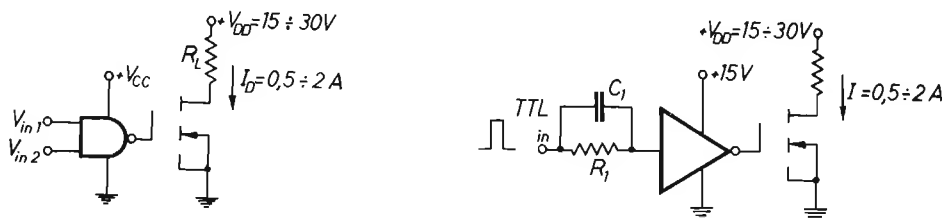

figura 4
- Alta impedenza d'ingresso; bassa corrente di pilotaggio. I V-mos possono interfacciare direttamente potenze trascurabili con potenze di utilizzazione piuttosto elevate. Si veda, ad esempio, la figura 4 (a, b).